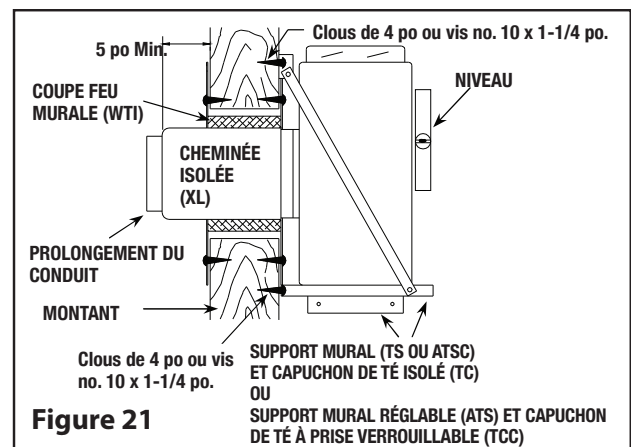

Figure 21
Étape 5. Cette étape nécessitera d'être effectuée par 2 personnes : (**voir Figure 21**). Insérez la longueur de cheminée de cet ensemble dans le trou du mur. En utilisant un niveau, veillez bien à ce que le té soit vertical, puis attachez le support au mur à l'aide de (8) vis à bois no. 10 x 1 - 1/4 po ou clous torsadés de 4 po.
**REMARQUE :** Pour fournir suffisamment de solidité, les clous doivent être enfoncés dans les colombages murales. Pour les murs en béton, le support devrait être attaché à l'aide de (8) tire-fonds de 1/4 po x 2 po.
Étape 6. Attachez le prolongement du conduit à la longueur horizontale de la cheminée à l'aide de trois (3) vis métalliques fournies (voir Figure 21).